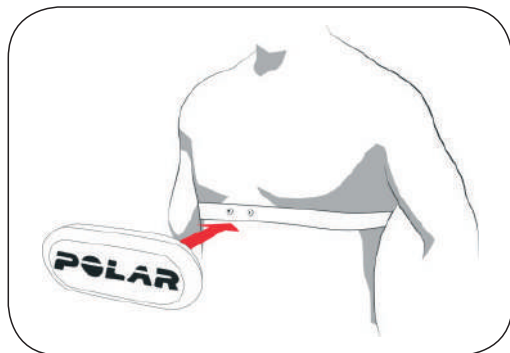

Рисунок 3
6.3.4. Закрепите присоединитель. Убедитесь, что полярный логотип находится снаружи (рис.3).